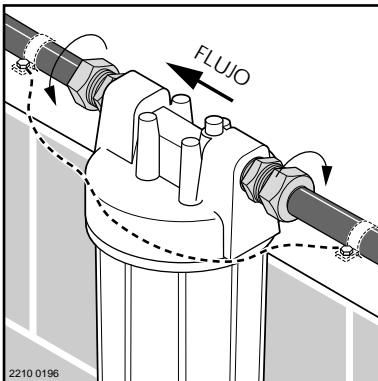
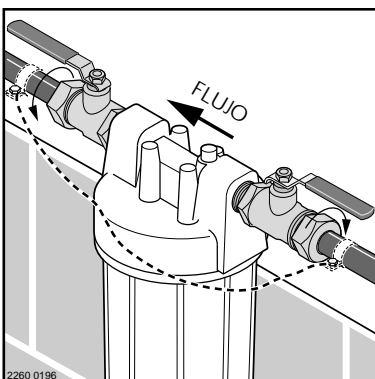

Figura 3
Figura 3A
Paso 4. Coloque el filtro entre la línea de agua cuidando que quede en posición correcta en relación al flujo de agua (Figura 3). Use una llave para sujetar la conexión que instaló en la cubierta del filtro y use otra llave para apretar la tuerca. Abra el suministro de agua y revise que no haya fugas. (La Figura 3A muestra la instalación alterna usando válvulas de bola).